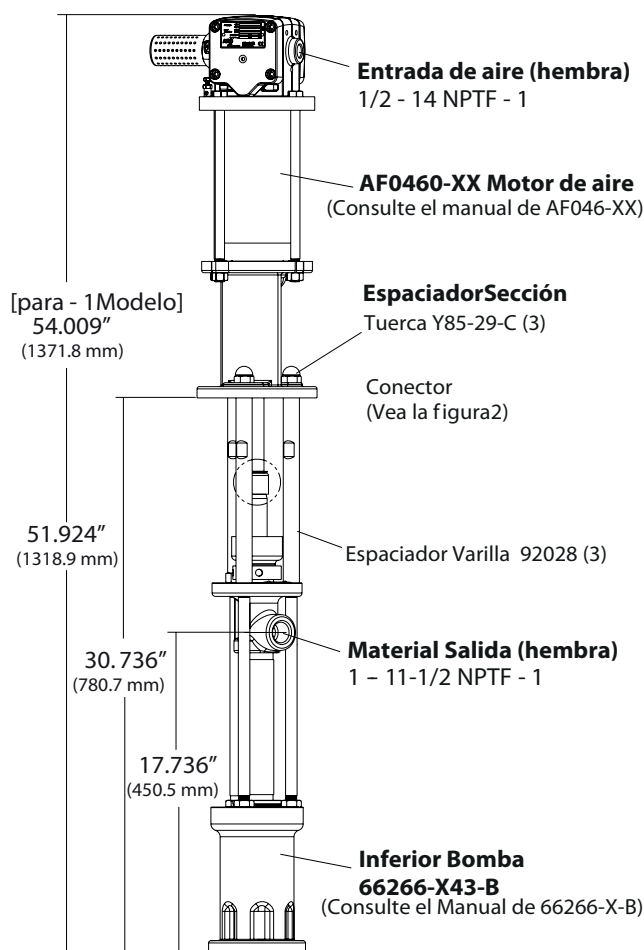

FIGURA 1
- Retire los tres tornillos de cabeza (Y85-29-C) y las arandelas de seguridad de las tres varillas del espaciador (ver figura 1).